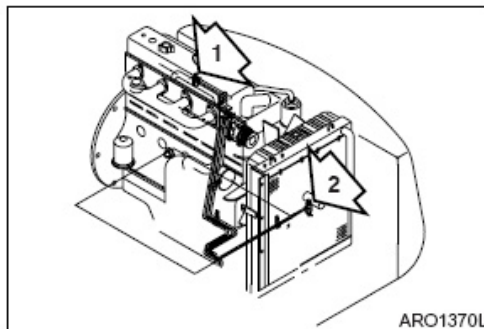

Figura 73
3. Abra las válvulas del calentador (1 y 2, Figura 73) para drenar el refrigerante del núcleo.